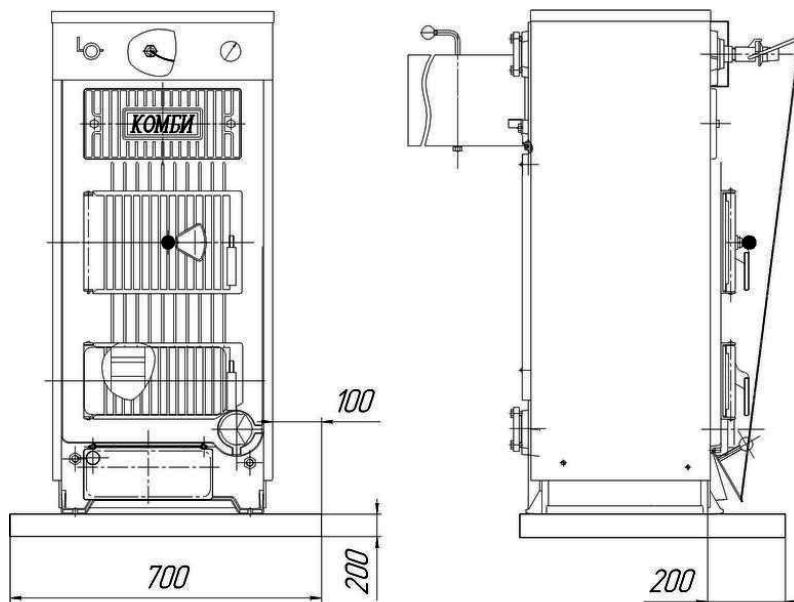

Рис. 5.1 Размеры цоколя
5.2 Установка котла должна быть произведена на полу из негорючего материала , см. рис. 5.1, или на негорючую подставку, которая должна быть шире по периметру на 100 мм, чем основание котла. Если котел расположен в подвале, рекомендуется его устанавливать на цоколь высотой не менее 50 мм.